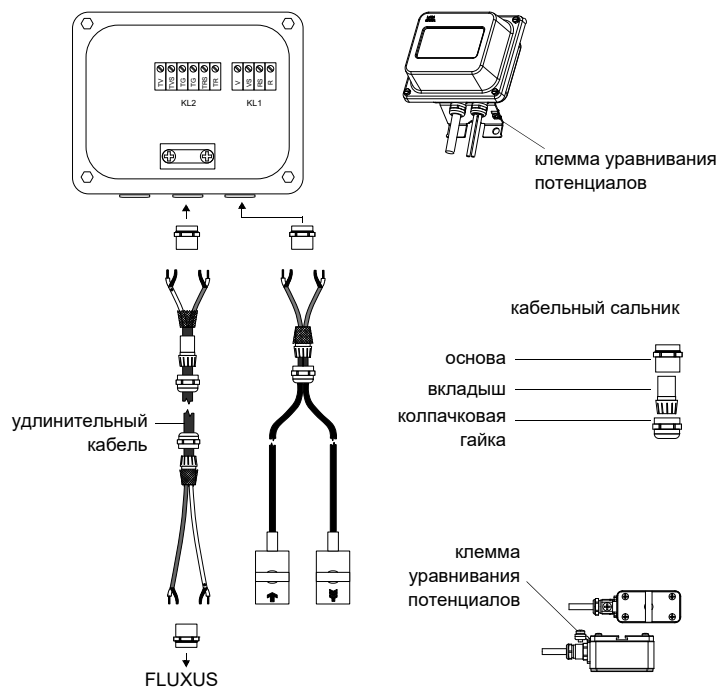

Рис. 7.5: Подключение удлинительного кабеля и кабеля датчика к соединительной коробке
- Снимите кабельный сальник с соединительной коробки (смотри Рис. 7.5).
- Протяните удлинительный кабель через колпачковую гайку, вкладыш и основу кабельного сальника (смотри Рис. 7.5).
- Прикрутите основу стороной с прокладкой к соединительной коробке (смотри Рис. 7.5).